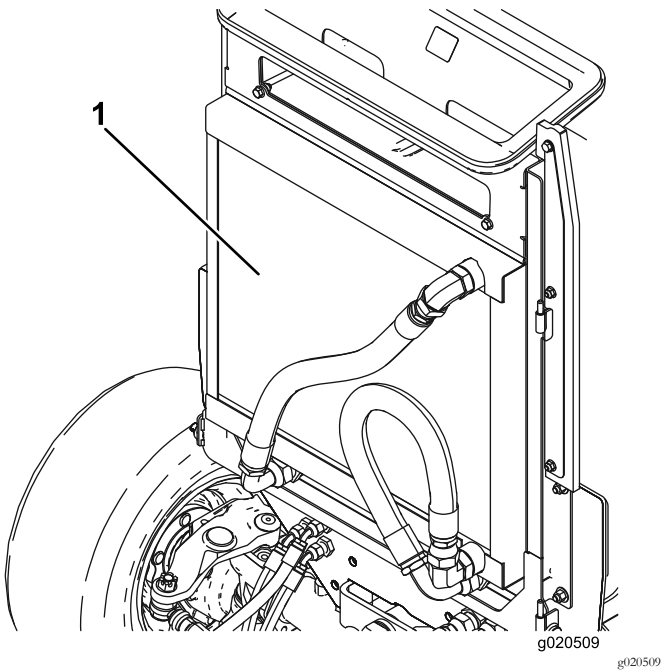

图63
3. 用压缩空气彻底清洁油冷却器和散热器 图63 两侧。从前面开始将杂物向背面吹出。然后从背面清洁再向前面吹。重复此程序数次直至所有草屑和杂物都被清除。